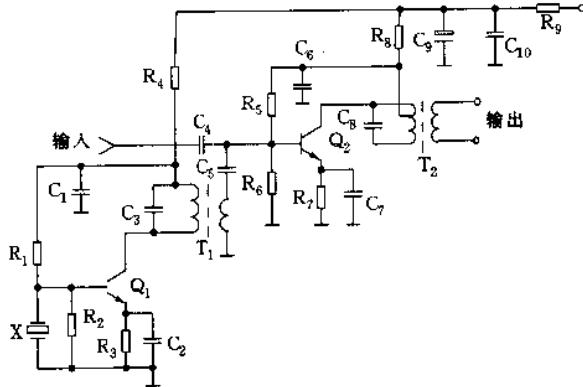

图 2-55
(1) 基极注入式混频电路见图 2-55 所示,其特点是:所需要的本振电压较小,电路容易起振,振荡波形好,工作稳定,但信号回路与本振电路互相影响较大。